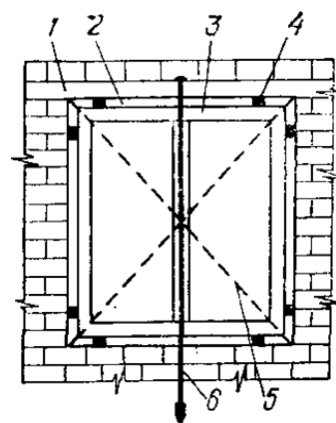

Рис. 1. Установка оконной коробки в проем: 1 — стена; 2 — зазор для конопатки; 3 — оконная коробка; 4 — клинья; 5 — проверка по диагонали; 6 — отвес
**Установка столярных изделий.** Оконные и дверные блоки устанавливают по мере возведения стен. Крупные блоки монтируют краном. В многоэтажных зданиях каждый блок второго и вышележащих этажей центрируют по средней оси блока первого этажа. Чтобы в процессе монтажа полотна дверных или оконных блоков не раскрывались, их закрепляют. Повороты стрелы крана должны быть плавными. Для направления блока в проем, который должен быть очищен от застывшего раствора, к нему временно крепят тонкий пеньковый канат. До раскрепления клиньями коробки в проеме правильность установки блока проверяют отвесом и уровнем (рис. 1). Если размеры диагоналей блока, измеряемые натяжением шнура, равны, перекоса нет. Коробки в проемах наружных стен должны отстоять от внешней плоскости стены по всему фасаду на одинаковом расстоянии.
лами (рис. 1).